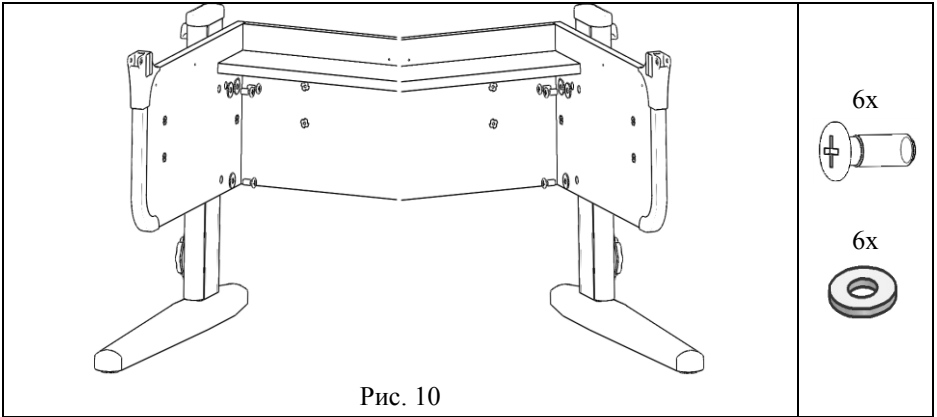

Рис. 10
5.3.3. На винт (поз.5, пакет № 142) надеть шайбу (поз.7, пакет № 142), ввернуть и затянуть винт с шайбой в стойки левую и правую согласно рис. 10.